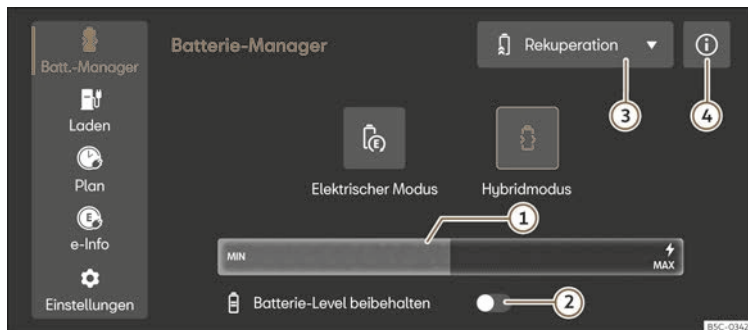

Abb. 123 Im Infotainment-System: Menü Batterie-Manager
- Wählen Sie im Infotainment-System **Elektrischer Betriebsmodus** oder **Hybrid-Modus**. Weitere Informationen zu dem Betriebsmodus finden Sie in ① >>> (**Abb. 123**) ④.
Legende zur >>> (Abb. 123):